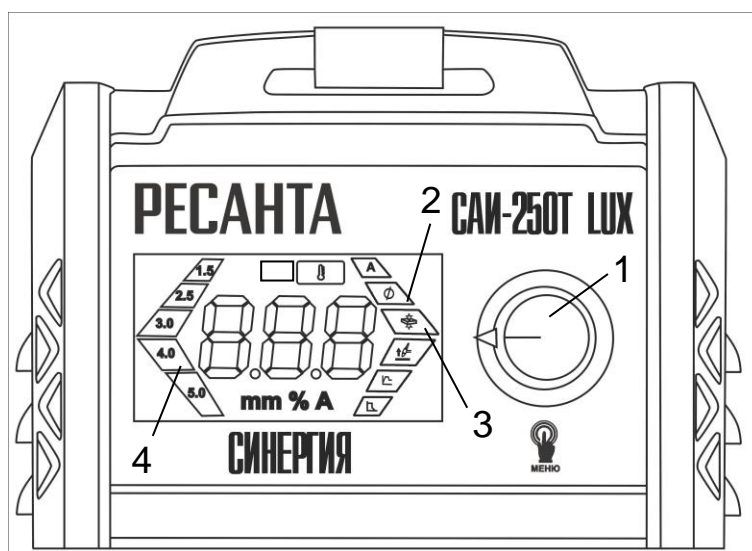

Рис.3 Управление режимами/функциями в синергетическом режиме
1.Переключение аппарата в Синергетический режим осуществляется путем длительного нажатия на регулятор 1 (рис.3). При каждом нажатии осуществляется переключение между функциями:
2.Выбор электрода осуществляется путем вращения регулятора 1(рис.3). При этом на дисплее указывается ток, подходящий для выбранного электрода.
3.Установка величины толщины металла 3(рис.3) осуществляется вращением регулятора 1(рис.3) для более точной подстройки параметров. После фиксации толщины металла на дисплее отобразится диаметр электрода и величина тока.
В Синергетическом режиме функции Горячий старт 5(рис.3) и Форсаж дуги 6(рис 3) работают автоматически.
Переключение сварочного аппарата из Синергетического режима в режим Ручного управления необходимо осуществить длительное нажатие на регулятор 1(рис.3).
- При завершении шва отведите электрод немного назад, чтобы заполнилась сварочная ванна, а затем переместите электрод на верхний край сварочной ванны (Рис 8 (1-2 рис.3)) и быстро отведите от кратера (Рис 8 (3 рис.3)).